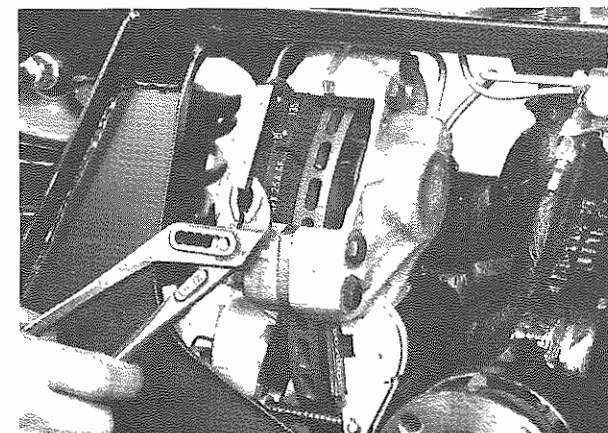

Fig. 14 - Estrarre le pastiglie
- Estrarre le pastiglie (**Fig. 14**).
- Take out pads (**Fig. 14**).